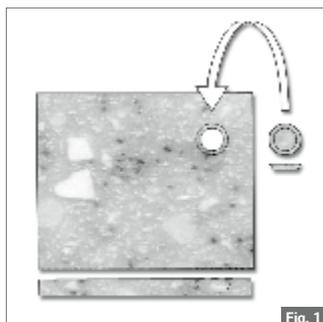

Fig. 1
6. Utilisez la ponceuse en un mouvement circulaire régulier et ininterrompu, d'abord dans le sens est-ouest, puis nord-sud. Fig. 1. Utilisez l'outillage approprié, tel qu'une ponceuse orbitale aléatoire avec un patin plat. Pour les surfaces droites, utilisez toujours un patin dur. Les patins mous ou super mous sont recommandés pour les surfaces courbes.
3. Pour une application de plan de travail de cuisine, il est fortement recommandé de monter un cadre de sous-structure. Evitez d'utiliser une base complète, sur toute la surface. Fig. 1.
4. Pour les dommages plus importants, en particulier avec les «Granites » et les «Sands», une solution alternative consiste à appliquer un bouchon. Les mèches Titman ou Trend sont recommandées. Fig. 1.
5. Les plaques doivent normalement être chauffées pendant 15 à 30 minutes en fonction du lot (date de fabrication), de la température de chauffage et du préchauffage du four. Rabattre le côté opposé à la zone à mouler peut permettre des temps de chauffage plus réduits et des rayons plus petits. Fig. 1.